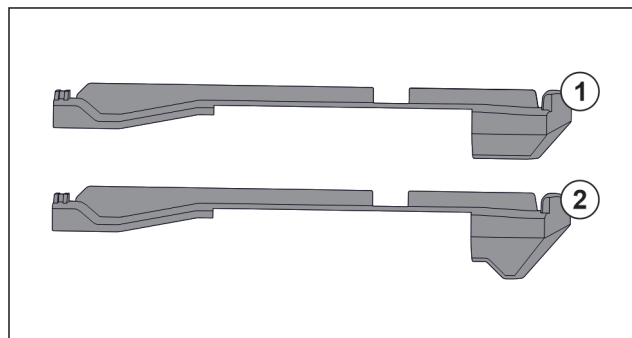

Fig. 195 Порівняння вставних частин
У пристрої є дві різні вставні частини. Вставна частина над самим нижнім висувним ящиком Fig. 195 (2) має трикутний край. Всі інші вставні частини Fig. 195 (1) мають прямий край.
- Розмістити вставну частину Fig. 195 (2) з трикутним краєм над самим нижнім висувним ящиком.
- Розмістити вставну частину Fig. 195 (1) з прямим краєм у всіх інших місцях.